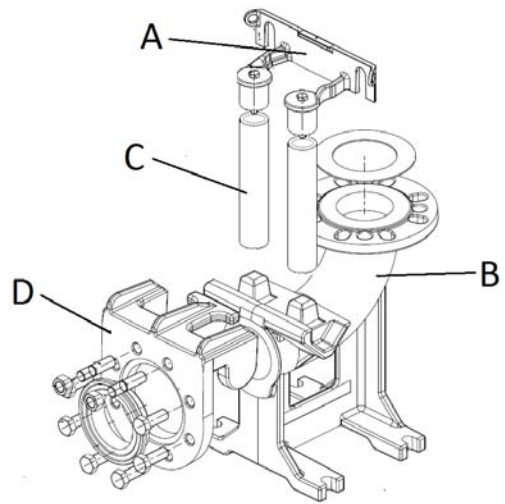

Fig. 5
- Fijar la abrazadera (soporte) de fijación de los tubos (fig. 5 - posición A) guía en el borde del depósito.
- Posicionar en el fondo del pozo el pie de apoyo para el acoplamiento automático (fig. 5 – pos. B) y controlar, mediante el uso del plomo, que las salientes cónicas usadas para la inserción de los tubos guía se encuentren en una posición totalmente perpendicular con respecto a las correspondientes salientes del soporte de fijación del borde del depósito. Verificar también el nivel plano mediante el empleo de un nivel de burbuja.
- Marcar la posición de los ojes presentes en el pie de soporte, luego medir la longitud exacta de los tubos de guía (fig. 5 - pos. C).
- Instalar la brida especial (fig. 5 - pos. D) corrediza-guía en la boca de impulsión de la bomba y enganchar la cuerda o cadena en la manija u ojal colocados en la parte superior del cuerpo.